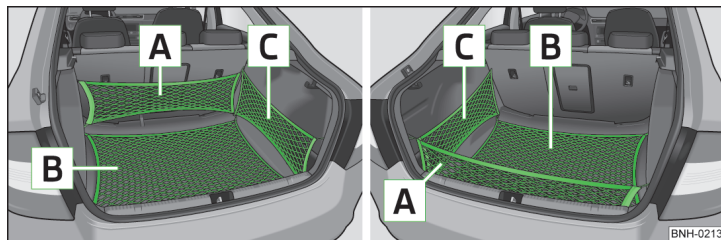

Fig. 73 Ejemplos de fijación para redes
**Ejemplos de fijación para redes » fig. 73**